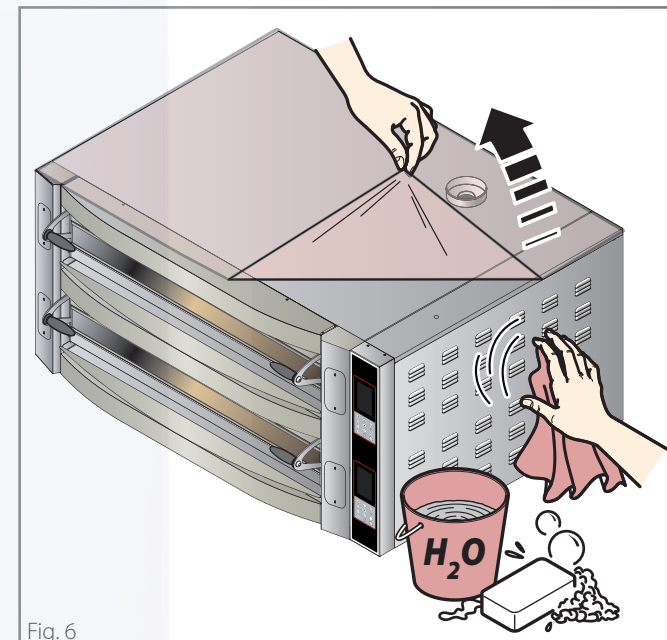

Fig. 6
► **Fig. 6** Retire con cuidado la película protectora.